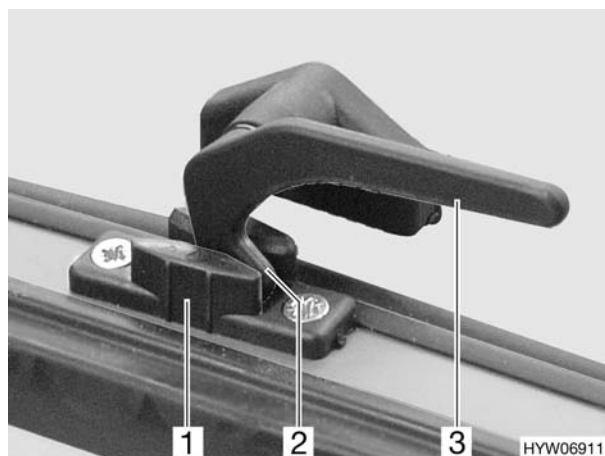

Fig. 46 Finestra apribile, maniglia in posizione di "aerazione continua" (variante 1)
- aerazione continua (Fig. 46)
- Aprire la maniglia (Fig. 46,3) della finestra apribile.
- Ruotare nuovamente la maniglia. Riportare contemporaneamente il nasello di chiusura (Fig. 46,2) nella rientranza della chiusura della finestra (Fig. 46,1).